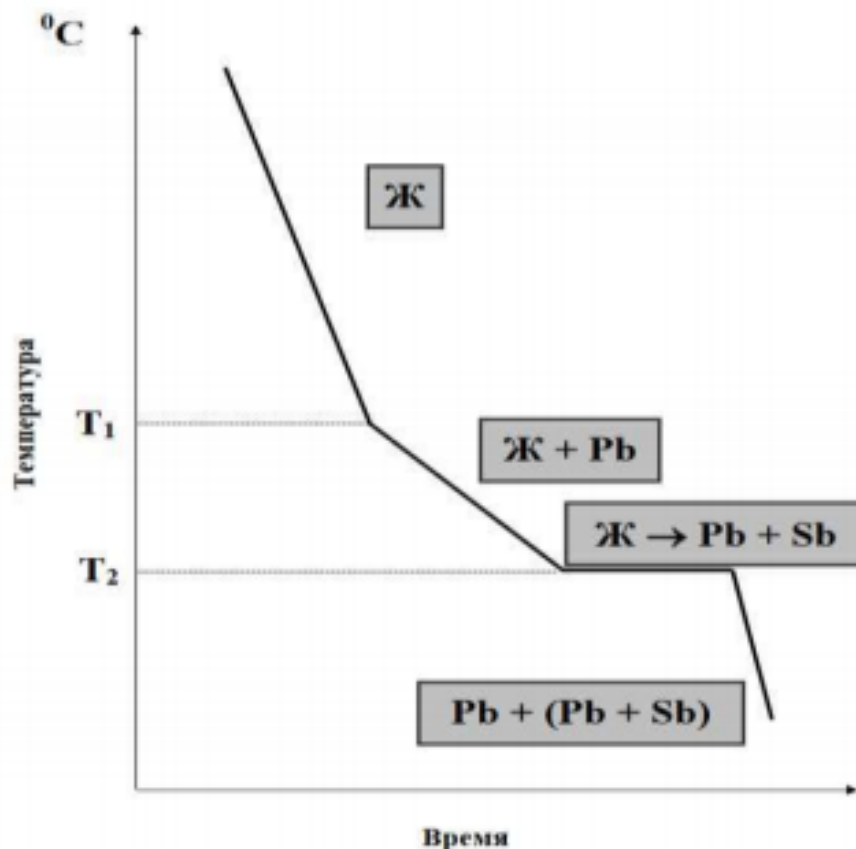

Рис. 1.
21. 5% Sb и 95% Pb 2. 13% Sb и 87% Pb 3. 30% Sb и 70%Pb Кривые охлаждения этих сплавов представлены на рис.1.2.3. Кривая охлаждения сплава из 5 % Sb и 95 % Pb состоит из четырех участков (рис. 1) 1-охлаждение сплава в жидком состоянии; 2-кристаллизация избыточного компонента (Pb) в интервале температур $-T_1-T_2$; 3-одновременная кристаллизация свинца и сурьмы при постоянной температуре T_2 ; 4-охлаждение сплава в твердом состоянии.